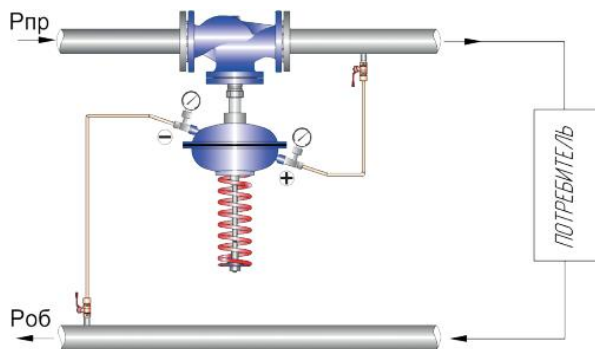

Рисунок 7 - Схема подключения РПД
8.5.2. Монтаж РПД проводить согласно схеме на рис. 7.